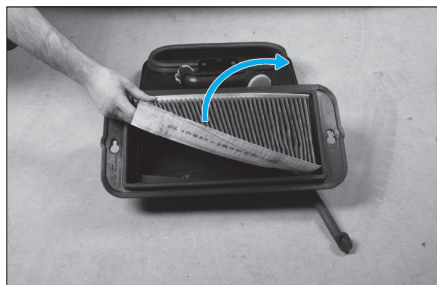

Fig. 2
- Extraire le filtre à air d'habitacle de son boîtier (Fig.2).